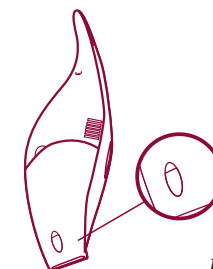

Fig. 9
- Kontroller ofte væsknivået i beholderen. Gjennom vinduet på bunnen av beholderen kan du se hvor mye væske som har blitt sugd inn. Hold apparatet i vertikal stilling med munnstykket rettet nedover. (fig. 9)